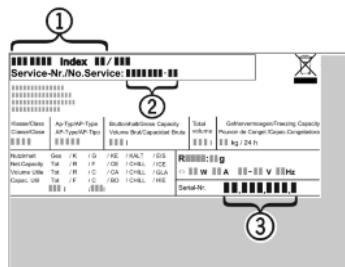

Fig. 10
- Прочетете от идентификационната табелка описание на уреда Fig. 10 (1), сервизния № Fig. 10 (2) и серийния № Fig. 10 (3). Идентификационната табелка се намира на лявата вътрешна стена на уреда.
- Обадете се на сервизната служба и посочете неизправността, описаните на уреда Fig. 10 (1), сервизния № Fig. 10 (2) и серийния № Fig. 10 (3).